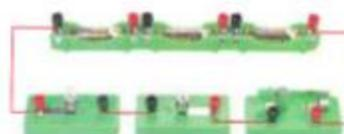

Figure 2-1
1. Formez un circuit comme le montre la figure 2-1, observez et explorez les caractéristiques du circuit (en dehors de l'alimentation, le courant provient toujours de l'électrode positive de l'alimentation). Traversant le circuit jusqu'à l'électrode négative).
2. Appuyez ensuite sur les figures 2-1 et 2-3 pour modifier la méthode de connexion du commutateur, étudier l'effet de commutation du circuit en série et explorer Les caractéristiques du circuit série.
Schéma de circuit correspondant à la figure 2-1